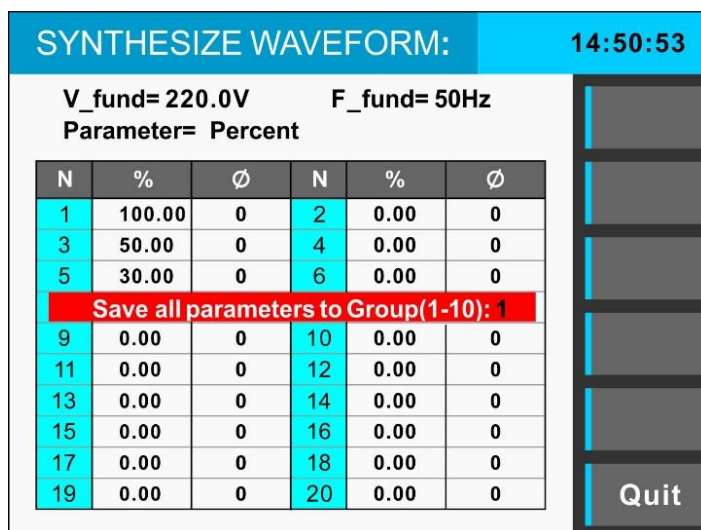
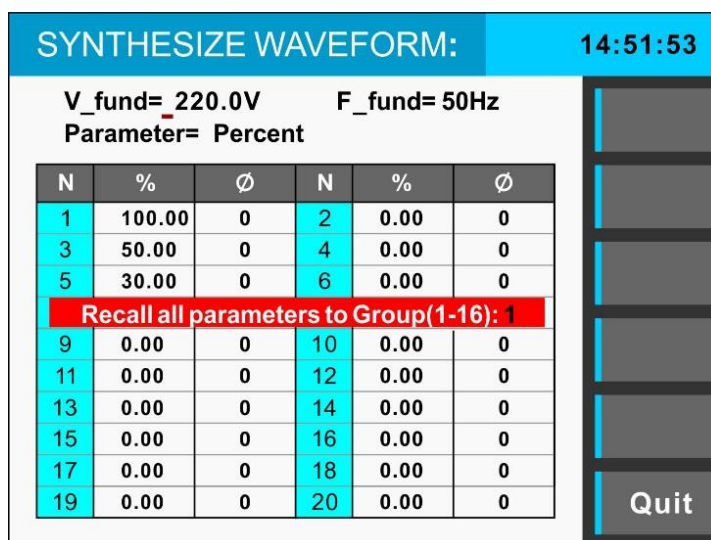

图3-19 谐波合成模式下save界面
图3-20 谐波合成模式下recall界面
- 3) 根据表3-5中的约束规则分别设定各次谐波的相关参数，注意：每一个设定结果均需按下**ENTER**键进行保存。页面默认设定为1~20次的谐波，按下“Pg Dn”右侧的功能键即可显示21~40次谐波的设定。设定完成后可通过“Save”功能键将当前设定波形保存为一个组，如图3-19所示。同样的，也可通过“Recall”功能键来调用已存储的某一组波形数据，如图3-20所示。设备里面已存好，第11--16组6组内建波形，可以供用户直接调用，具体参数和波形见附件。